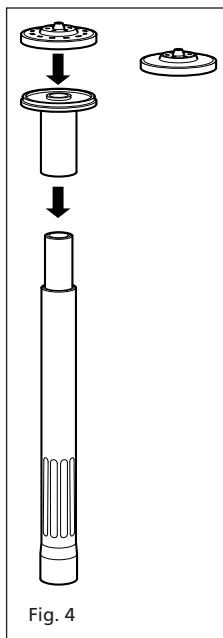

Fig. 4
2. Выберете желаемую фонтанную насадку. 2-х и 3-х ярусные фонтанные насадки просто прикрепляются к трубке фонтана (см. Рис. 4). После этого разместите насос в желаемом месте. Внимание: проверьте, что внутренняя трубка раздвижной трубки не вдвинута внутрь наружной трубки.
2. Открутите переднюю пластину (см. Рис. 4 (G)) до тех пор, пока два удерживающих язычка не выйдут из проушин на корпусе мотора.